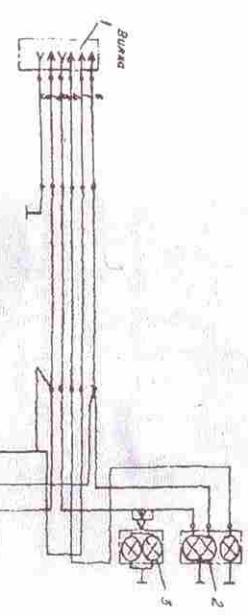

Рисунок 12 – Схема электрическая принципиальная
3.3.3. Система электрооборудования полуприцепа однопроводная, с массой соединены отрицательные полосы потребителей тока. Номинальное напряжение 12В. Схема электрическая принципиальная изображена на рис. 12.